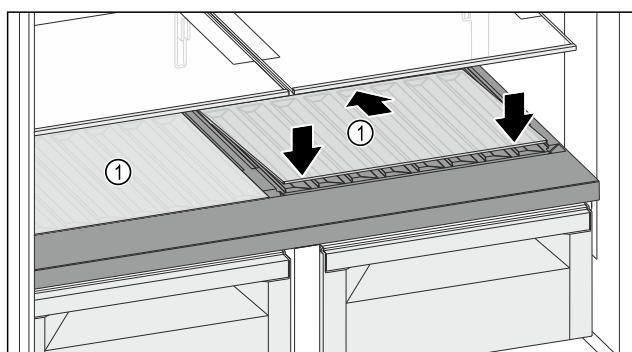

Fig. 127
- Glasplatte Fig. 127 (1) schräg und nach hinten unten geneigt ansetzen.
- Glasplatte Fig. 127 (1) vorne absenken.